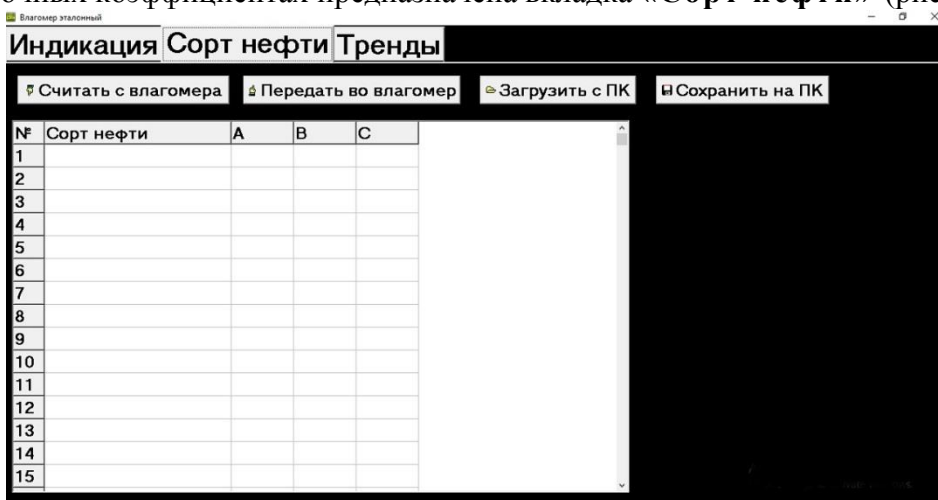

Рисунок 13– Вкладка «Сорт нефти»
8.5.3 Для внесения в память влагомера сведений о сортах нефти и калибровочных коэффициентах предназначена вкладка «Сорт нефти» (рис.13).